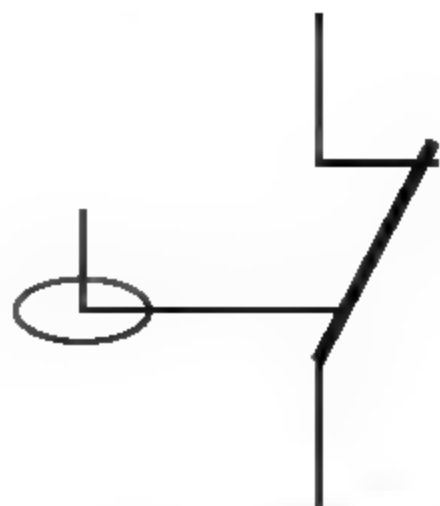

图3-76 绘制椭圆
**05** 调用EL【椭圆】命令，结合【对象捕捉】功能，捕捉新绘制直线的交点，绘制椭圆，如图3-76所示。命令行操作如下。